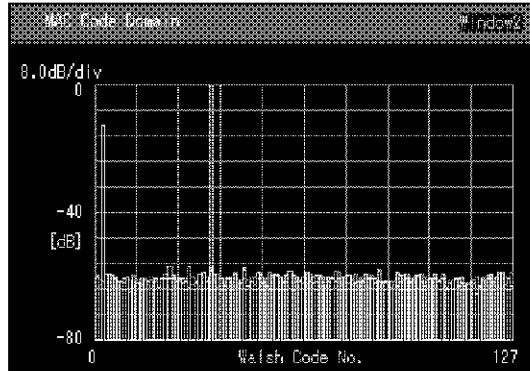

図 4-4 **[Physical Layer]** が Subtype 2 のときの MAC Code Domain の表示例
**[Physical Layer]** が Subtype 2 の場合、MAC Code Domain は図 4-4 のように横軸が 128 code の表示になります。